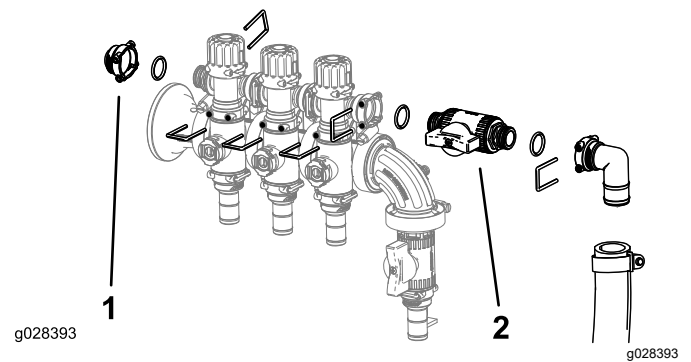

図 12
7. 先ほど外したリテーナを使って、boom用バイパスバルブクラスタ、メスのキャップ、Oリング、シャットオフバルブ、フィッティングホースアセンブリを 図 12 のように取り付ける。